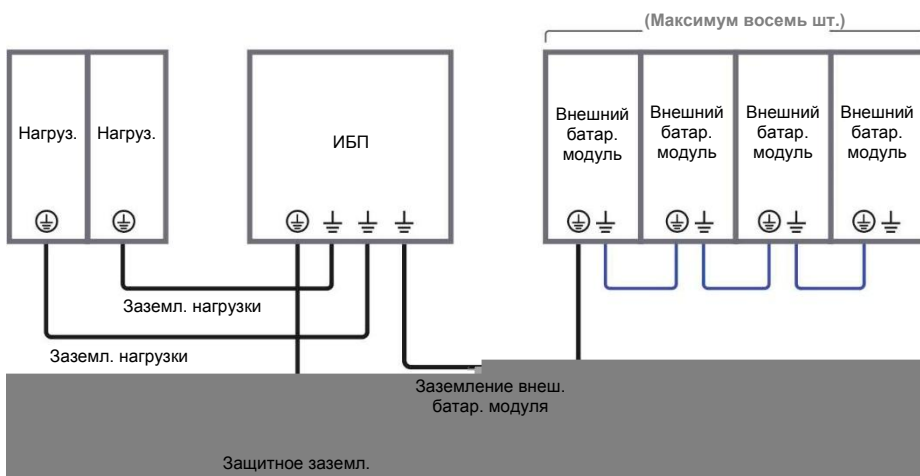

Рисунок 5-16: схема заземления для одного ИБП
- 9 См. **Рисунок 5-16** для заземления ИБП, внешнего батарейного модуля (модулей) и важных нагрузок.
- 4 См. **Рисунок 5-16** для заземления ИБП, внешнего батарейного модуля (модулей) и важных нагрузок.